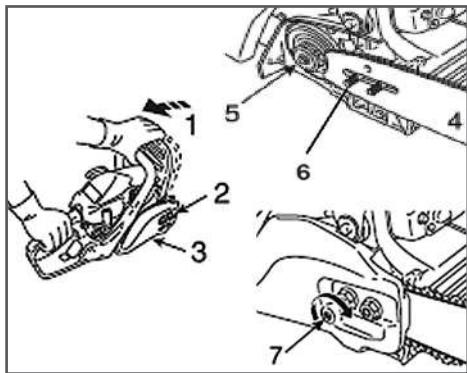

Рис. 2 Установка шины
1. Перед установкой шины и цепи убедитесь в том, что тормоз цепи находится в расторможенном положении. Для этого рукоятку тормоза 1 (Рис.2) потяните на себя до щелчка.
2. Открутите гайки 2 и снимите крышку шины 3 (Рис. 2).
3. Установите шину 4 пазом на шпильки крепления шины 6 и передвиньте ее в сторону муфты сцепления 5 для облегчения установки цепи (Рис. 2).
5. Вращая шестерню натяжителя цепи 7 (Рис. 2) против часовой стрелки, установите палец натяжителя в крайнее левое положение. Установите на место крышку шины 3 (Рис. 2).
8. Отрегулируйте натяжение цепи (см. раздел «Регулировка натяжения цепи») вращая шестерню натяжителя цепи 7 (Рис. 2) по часовой стрелке.